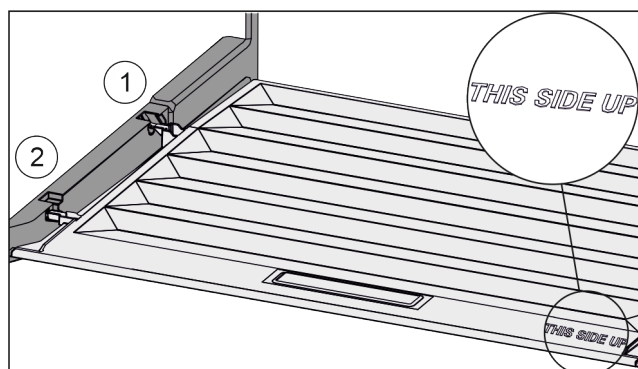

Fig. 86
- ▶ Skyv inn dekseltrinn via åpningen til bakre holder Fig. 86 (1) og klikk dem på plass i fremre holder Fig. 86 (2).